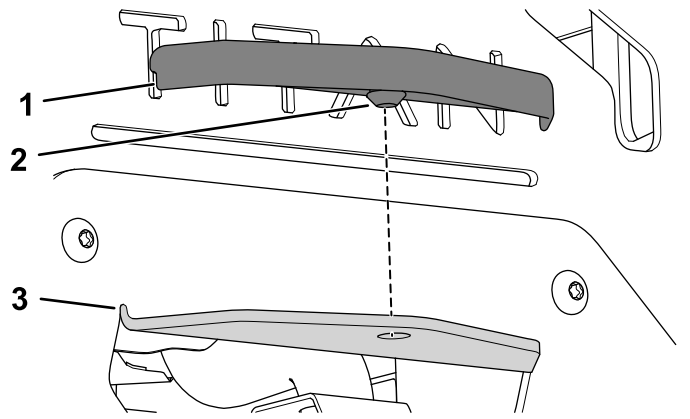

Bild 22
2. Fluchten Sie die Abdeckung für die Anbauvorrichtung über der Anbauvorrichtung aus und drücken sie hinein (Bild 22).